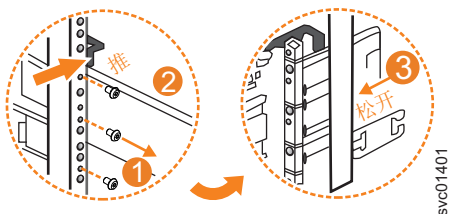

图 133. 从后部机架支架中卸下导轨组合件
3. 卸下用于将内部导轨部件连接到后部支架的两颗螺钉，如第 136 页的图 133 中所示。
4. 向前拉动导轨以使其脱离后部支架，如图 133 中所示。